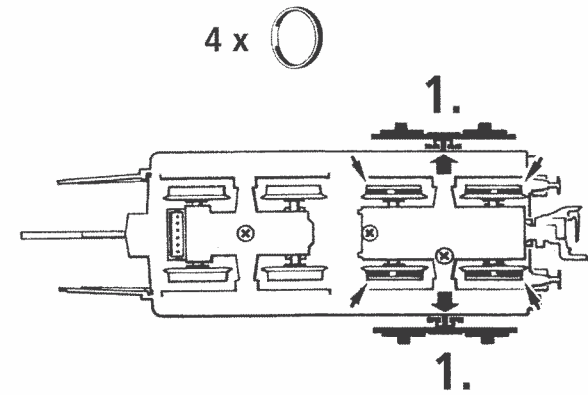

Fig. 11
Um einen optimalen Lauf der Lokomotive zu gewährleisten, bitten wir Sie, **vor erstmaliger Inbetriebnahme die Lager der Kuppelstangen zu ölen** (siehe Fig. 11).
2. Schmierung: Versehen Sie die im Schmierplan in Fig. 11/11a gekennzeichneten Stellen mit nur **kleinen Öltropfen**. Dazu zuerst das Lok- bzw Tendergehäuse abnehmen (Fig. 4, Fig. 5). Wir empfehlen den ROCO **Öler Art.-Nr. 10906**. Fürs Schmieren der Getriebeteile (Zahnräder, Schnecke) empfehlen wir das **ROCO-Spezialfett Art.-Nr. 10905**. Im Falle der Schmierung diese Teile **nicht ölen**.
Before taking into service your model these bearings of the coupling rods must be oiled as otherwise there would be the risk of bad running qualities of damage on the locomotive (see fig. 11).
2. Lubrication: Apply **tiny oil drops** to spots marked in fig. 11/11 a. Prior to lubrication dismantle the loco body or the tender body (fig. 4, fig. 5). We recommend using item no. **10906, Roco oiler**. For lubrication the gearparts (e.g. cogwheels, worm) we would recommend our Roco **special grease** (item no. **10905**).
Veuillez huiler légèrement les paliers de l'emballage de votre locomotive avant sa première mise en service sinon il y a risque de mauvaises qualités de marche ou même de dommages au mécanisme moteur de la machine (voir fig. 11).
2. Graissage: N'appliquez **qu'une toute petite goutte** aux endroits indiqués par le plan de graissage (fig. 11/11a) après avoir démonté la caisse du locomotive/tender (fig. 4, fig. 5). Nous vous recommandons **le graisseur à huile Roco réf. 10906**. Pour graisser les engrenages (roues dentées, vis sans fin) nous vous conseillons la **graisse spéciale Roco réf. 10905** pour engrenages en matières synthétiques. Lorsque vous utilisez cette graisse il faut éviter d'huiler ces composants.